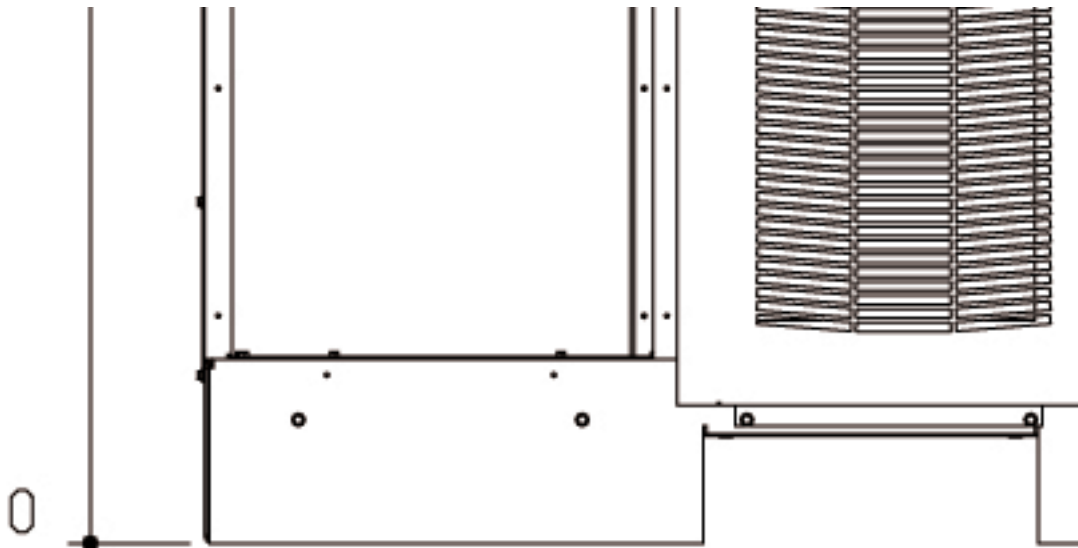

Рис. 4-4. Соединенные секции ISBM и UPM
7. Вставив вилки погрузчика в передние погрузочные разъемы, установите секцию ISBM ИБП вплотную слева от ранее установленной секции UPM. Убедитесь, что правая сторона секции ISBM прилегает к левой стороне секции UPM, а передние панели шкафов находятся на одном уровне друг с другом (см. Рис. 4-4).